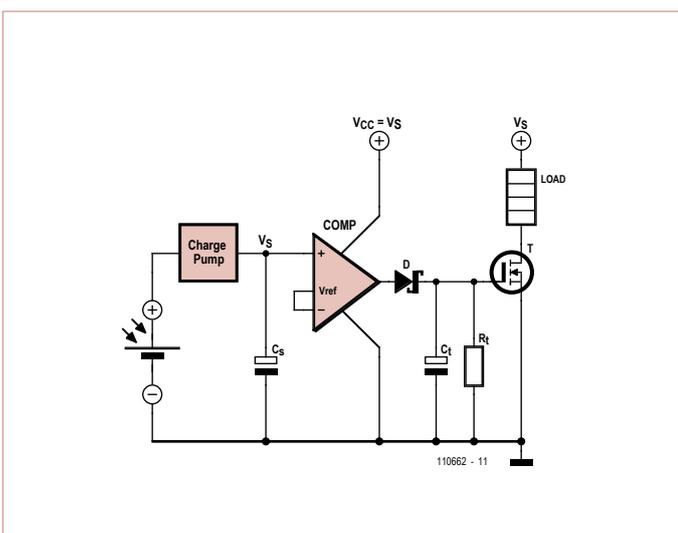

Bild 1. Prinzip-Schaltung der Elektronik zum Energy Harvesting.
**Bild 1** zeigt die Prinzipschaltung. Am Ausgang der Solarzelle hängt ein Spannungsvervielfacher, der den Speicherkondensator  $C_s$  auflädt. Spannungsvervielfacher-Schaltungen wurden im schon erwähnten Artikel im Januar ausgiebig besprochen, weshalb hier lediglich symbolisch ein Block dargestellt ist. Der die Spannung von  $C_s$  überwachende Komparator wird auch direkt aus  $C_s$  versorgt. In der realen Schaltung wird man hier auch noch einige Widerstände finden. Überschreitet die Spannung an  $C_s$  eine Schwelle, dann liefert der Komparator eine  $C_s$  entsprechende hohe Ausgangsspan-